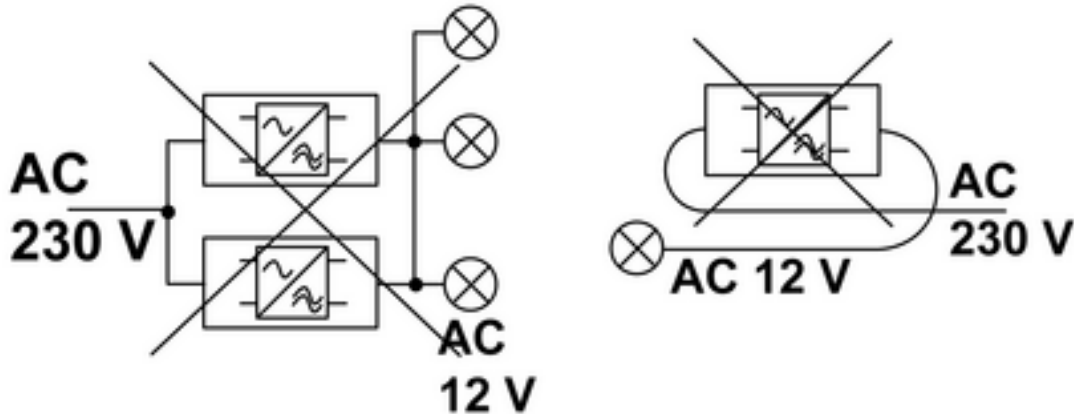

Bild 2
- i** Sekundärleitung nicht mit weiteren Trafos verschalten (Bild 2).
- i** Sekundärleitung nicht parallel zur Netzleitung oder Trafo verlegen (Bild 2).